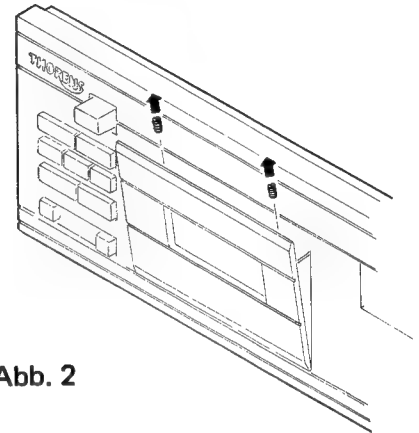

Abb. 2
- c) Die zwei Schrauben an der Deckelabdeckung des Cassettenfachs lockern, Abdeckung entfernen (Abb. 2).